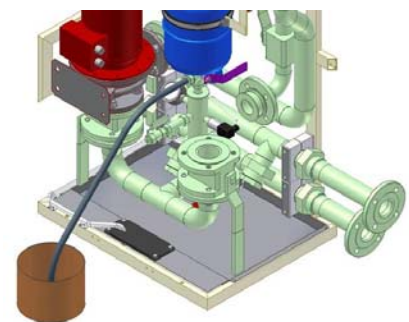

Abbildung 4.2-5
- Drehen Sie den Hebel (violett in Abbildung 4.2-5) des Ventils V160 um 90°, sodass er von Ihnen weg zeigt (zur Rückwand hin). Dadurch wird der Primärkreis abgesperrt, und nur die Flüssigkeit aus dem Ausdehnungsgefäß kann abfließen. (Am Ende des Schafts befindet sich eine Markierung, mit dem Sie ebenfalls die richtige Position des 3-Wege-Ventils überprüfen können. Diese Markierung stellt die offene Flussrichtung dar.)